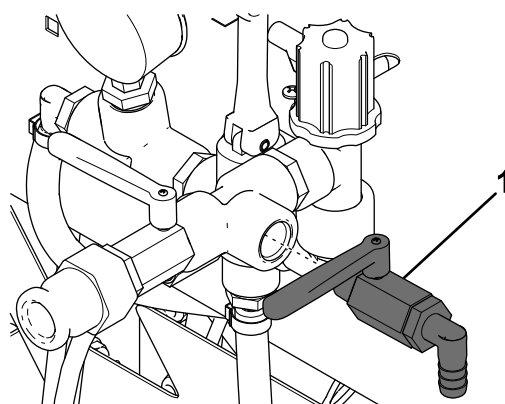

Figura 5
4. Aplique fijador de roscas al extremo de la válvula del depósito principal y sujétela al lateral de la válvula de retorno (Figura 5).